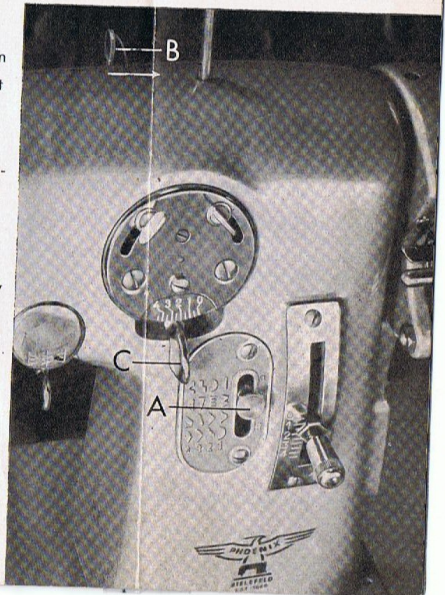

Abbildung 2
Der Knopf **A** (Abb. 2) soll dabei in höchster Stellung stehen.
- unter gleichzeitiger Betätigung der Taste B (Abb. 2) in Pfeilrichtung
- den Stichbreitenstellhebel C (Abb. 2) auf volle Breite stellt,